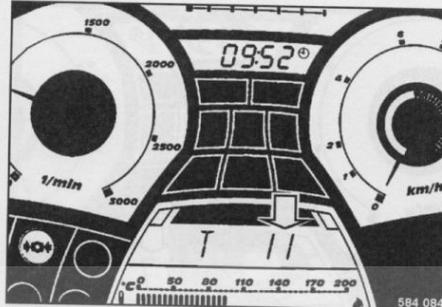

fig. 72
- Avec la touche F3, sélectionner le champ suivant "Jour" (fig. 72) et régler le jour au moyen des touches F2 ou F4 (fig. 69).